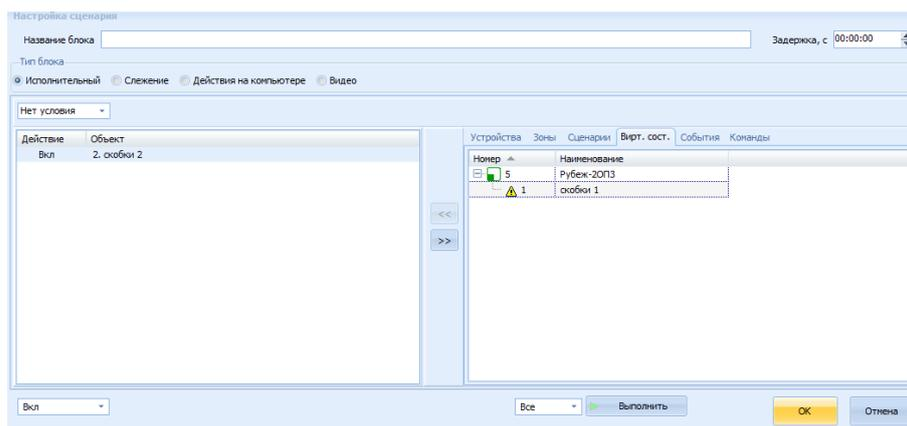

Рисунок 7.32 Окно «Настройка сценария», закладка Вирт. состояния
- нажать **ОК** (Рисунок 7.32).